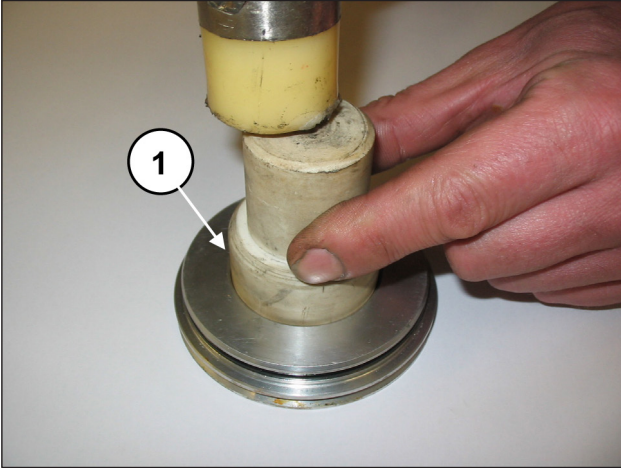
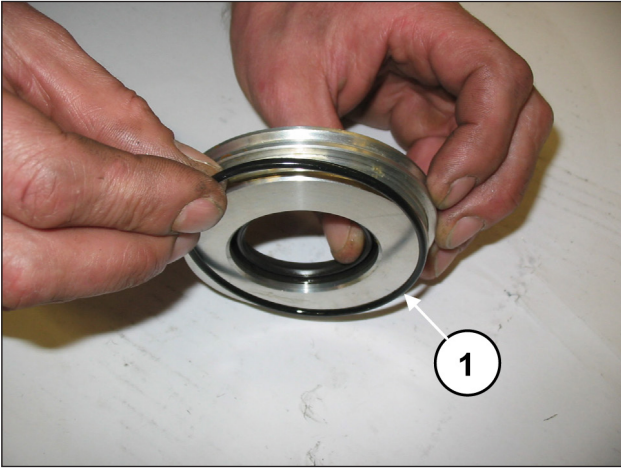

Fig. 5
Fig. 6
Extraire la bague d'étanchéité radiale (rep. ①, Fig. 5) et le joint torique extérieur (rep. ①, Fig. 6).